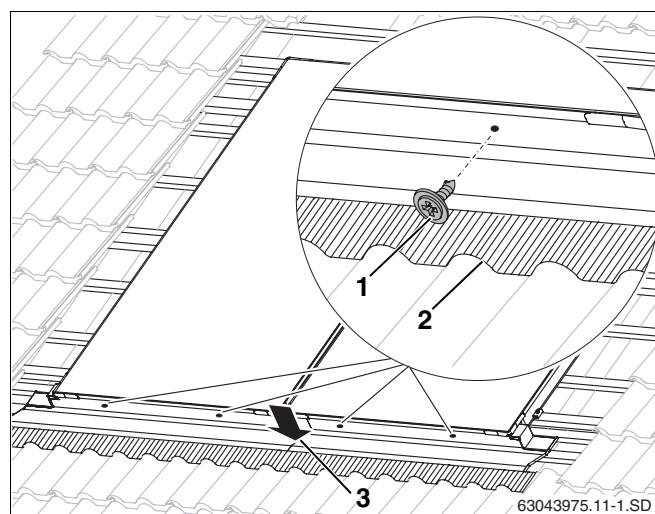

Рис. 47 Крепление нижних листов
- Закрутить саморезы (длиной 12 мм, рис. 47, **поз. 1**) с уплотняющими шайбами.
- Прижать верхний лист к нижнему (рис. 47, **поз. 3**).
- Осторожно подогнать фартуки в передней зоне контура черепицы (рис. 47, **поз. 2**).